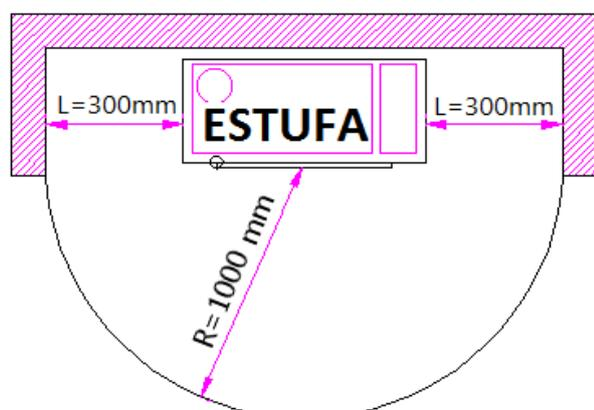

Figura 13
Para las normas de seguridad anti incendios se deben respetar las distancias de objetos inflamables o sensibles al calor (muebles, revestimientos de maderas, etc..) como se indica en **Figura 13**.
- 1) realizar una protección (acero, refractario, mármol...) en material incombustible, Ver **Figura 13**.